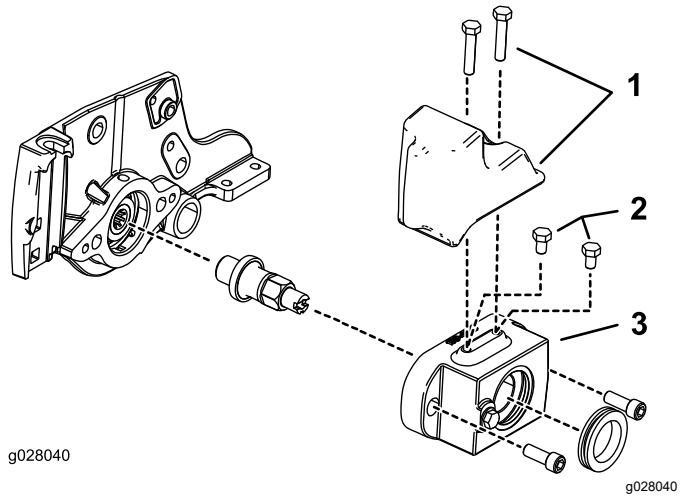

Figura 5
- **Para un motor de molinete con transmisión hidráulica:** instale 2 pernos ($5/16$ " x $\frac{1}{2}$ ") en la parte superior del alojamiento del cepillo del rodillo, tal y como se muestra en la Figura 5 (motores de molinete de 12,7 cm hidráulico solamente).
- **Para un motor de molinete de accionamiento eléctrico:** Solicite e instale 1 contrapeso (Pieza N° 127-4259-03) y 2 pernos (Pieza N° 322-7), tal y como se muestra en la Figura 5.